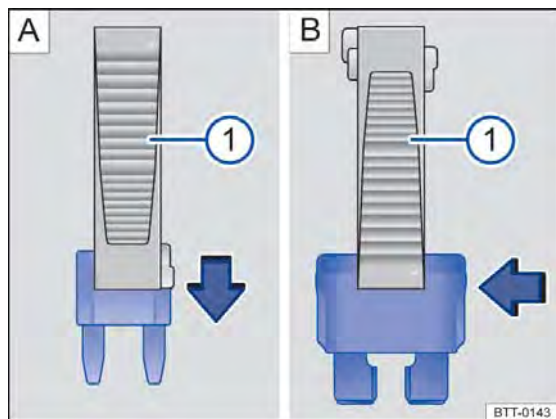

Fig. 171 Remover ou instalar um fusível com a garra da pinça de plástico ①.
→ Fig. 171 ① do suporte. O suporte se encontra na parte traseira da caixa de fusíveis perto da tomada de conexão para diagnóstico.
- Em caso de *fusíveis pequenos*, encaixar a garra ① por cima → Fig. 171 A.
- Em caso de *fusíveis maiores*, empurrar a garra ① lateralmente sobre o fusível → Fig. 171 B.